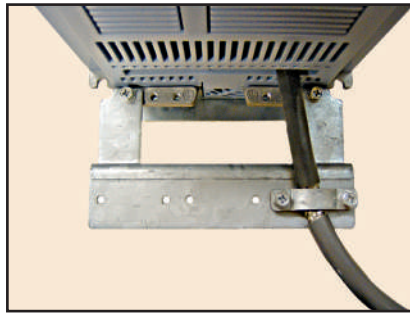

Figura 3.14 - Detalles de la conexión del blindaje del cableado del motor con accesorio PCSx-01
- (1) SCu = blindaje externo de cobre o aluminio
- (2) AFe = acero o hierro galvanizado
- (3) PE = conductor de tierra
- (4) El blindaje de los cables debe ser puesto a la tierra en los dos lados, convertidor de frecuencia y motor. Deben ser hechas conexiones de 360° para una baja impedancia para altas frecuencias. Consulte la figura 3.14.
- (5) Para el blindaje actuar como tierra de protección, este debe tener por lo menos 50 % de la capacidad de conducción de los conductores de fase. Caso contrario utilice conductor de tierra adicional externamente al cable blindado, se quedando el blindaje como protección de EMC.
- (6) La capacidad de conducción del blindaje para altas frecuencias debe ser por lo menos 10 % de la capacidad de conducción de los conductores de fase.
Para las mecánicas A, B y C existe un accesorio opcional llamado "Kit para blindaje de los cables de potencia PCSx-01" (consulte ítem 7.2) el cual puede ser adaptado en la parte inferior del gabinete de estas mecánicas. Consulte en la figura 3.14 un ejemplo de conexión de cable con accesorio PCSx-01. El kit para el blindaje de los cables de potencia PCSx-01, acompaña los convertidores de frecuencia que poseen la opción de filtro RFI interno (CFW11XXXXXOFA).
En el caso de la utilización del "Kit para Electroducto" (consulte ítem 7.2) en las mecánicas A, B y C, la puesta a la tierra del blindaje del cable del motor es hecha de forma similar a presentada en la figura 3.14.